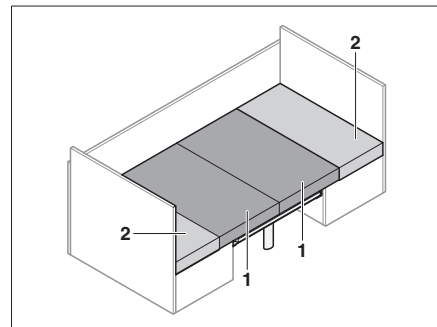

Fig. 63 Après la transformation
- Tirer les coussins d'assise (Fig. 63,1) vers le centre.
- Placer les coussins de dossier (Fig. 63,2) entre les coussins d'assise et la cloison.